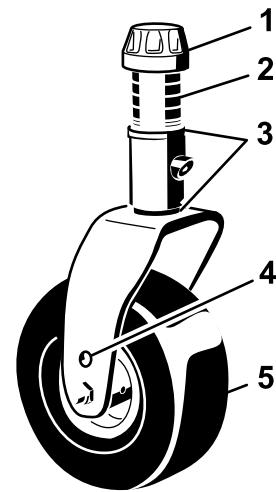
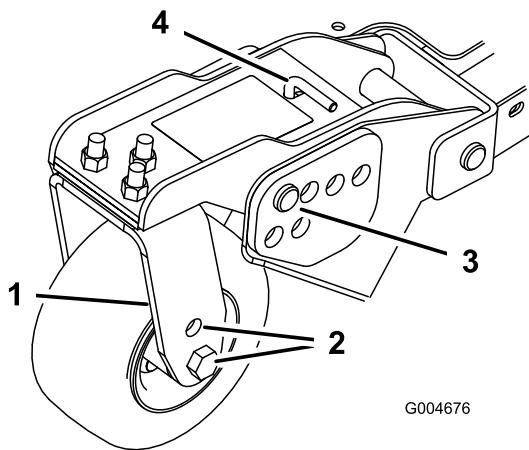
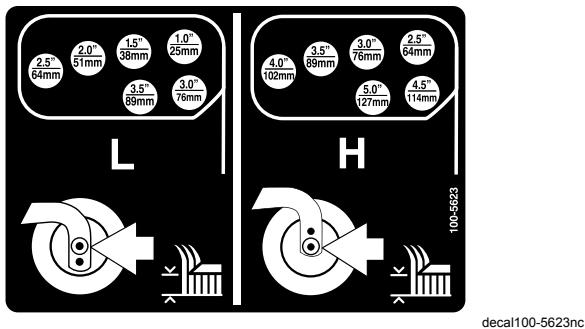

Figura 22
Figura 24
Figura 25
- Coloque los ejes de las ruedas giratorias en el mismo taladro en todas las horquillas (Figura 22 y Figura 24). Consulte en la tabla siguiente el taladro correcto para cada altura.
- Retire el casquillo tensor del eje (Figura 22) y deslice el eje fuera del brazo de la rueda giratoria. Coloque los dos suplementos (3 mm) en el eje de la misma forma que en la instalación original. Estos suplementos son necesarios para obtener el mismo nivel en toda la anchura de las unidades de corte. Coloque el número adecuado de espaciadores de 13 mm (consulte la tabla siguiente) en el eje para conseguir la altura de corte deseada, luego coloque la arandela en el eje.
- Retire la chaveta y los pasadores de los brazos de pivote de las ruedas giratorias (Figura 24).
- Gire la varilla tensora para elevar o bajar el brazo de pivote hasta que los taladros estén alineados con los taladros seleccionados del soporte de ajuste de la altura de corte en el bastidor de la unidad de corte (Figura 24 y Figura 25).